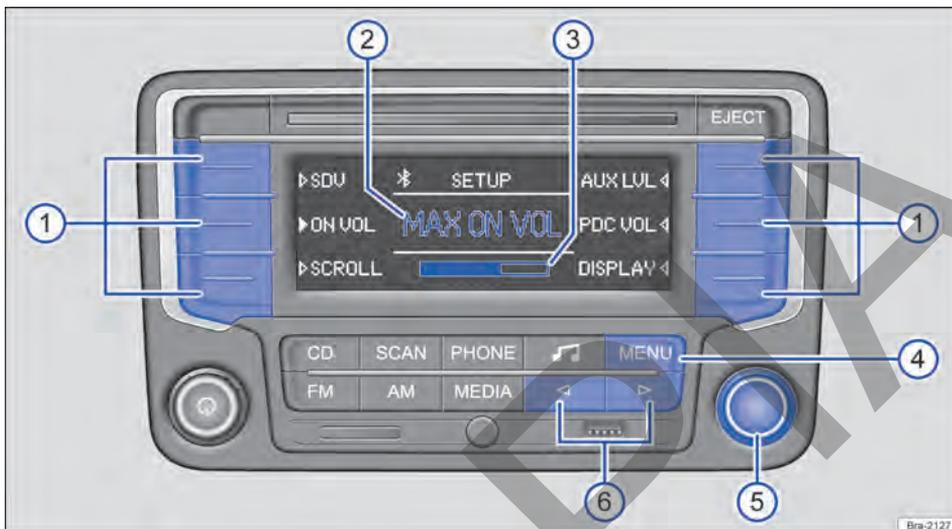

Fig. 140 Menú SETUP: define el volumen inicial.
- Pulse la tecla del equipo **MENU** en cualquier menú → fig. 140 (4).
- Pulse las teclas de función para abrir el menú de ajuste correspondiente → fig. 140 (1).
- Gire la tecla de ajuste para modificar el ajuste actual → fig. 140 (5).
- **O:** pulse brevemente la tecla del equipo **◀** o **▶** para modificar el ajuste actual → fig. 140 (6).
- **O:** si se pulsa brevemente la tecla del equipo **MENU** → fig. 140 (4).
→ fig. 140 ② y, debajo, la barra de volumen
→ fig. 140 ③.